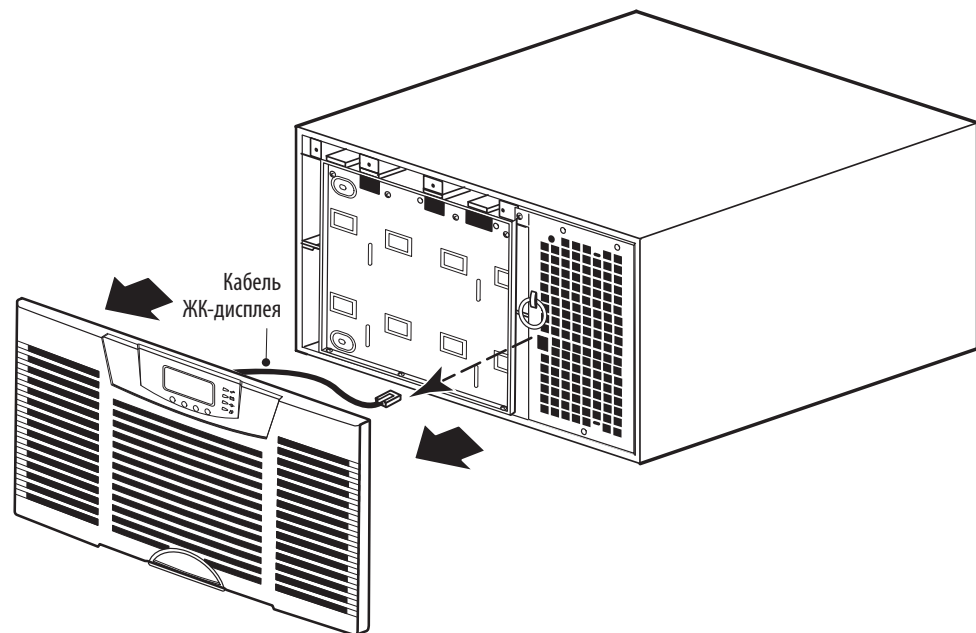

Рисунок 56. Снятие передней крышки ИБП
2. Снимите переднюю крышку ИБП и отложите ее (см. рисунок 56):